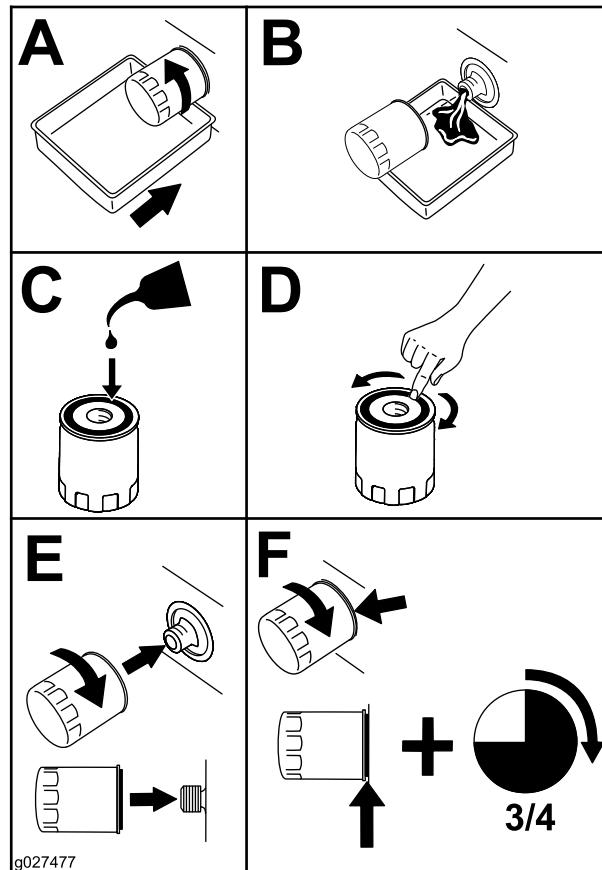

Figura 40
5. Cambiate il filtro dell'olio del motore (Figura 40).